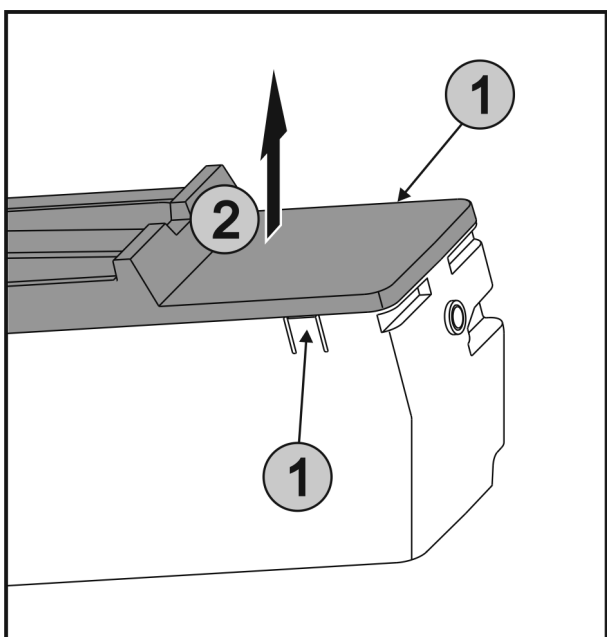

Fig. 47
- ▶ Wcisnąć jednocześnie nakładki Fig. 47 (1) znajdujące się po obu stronach EasyTwist-Ice, a pokrywę zdjąć podnosząc Fig. 47 (2) do góry.